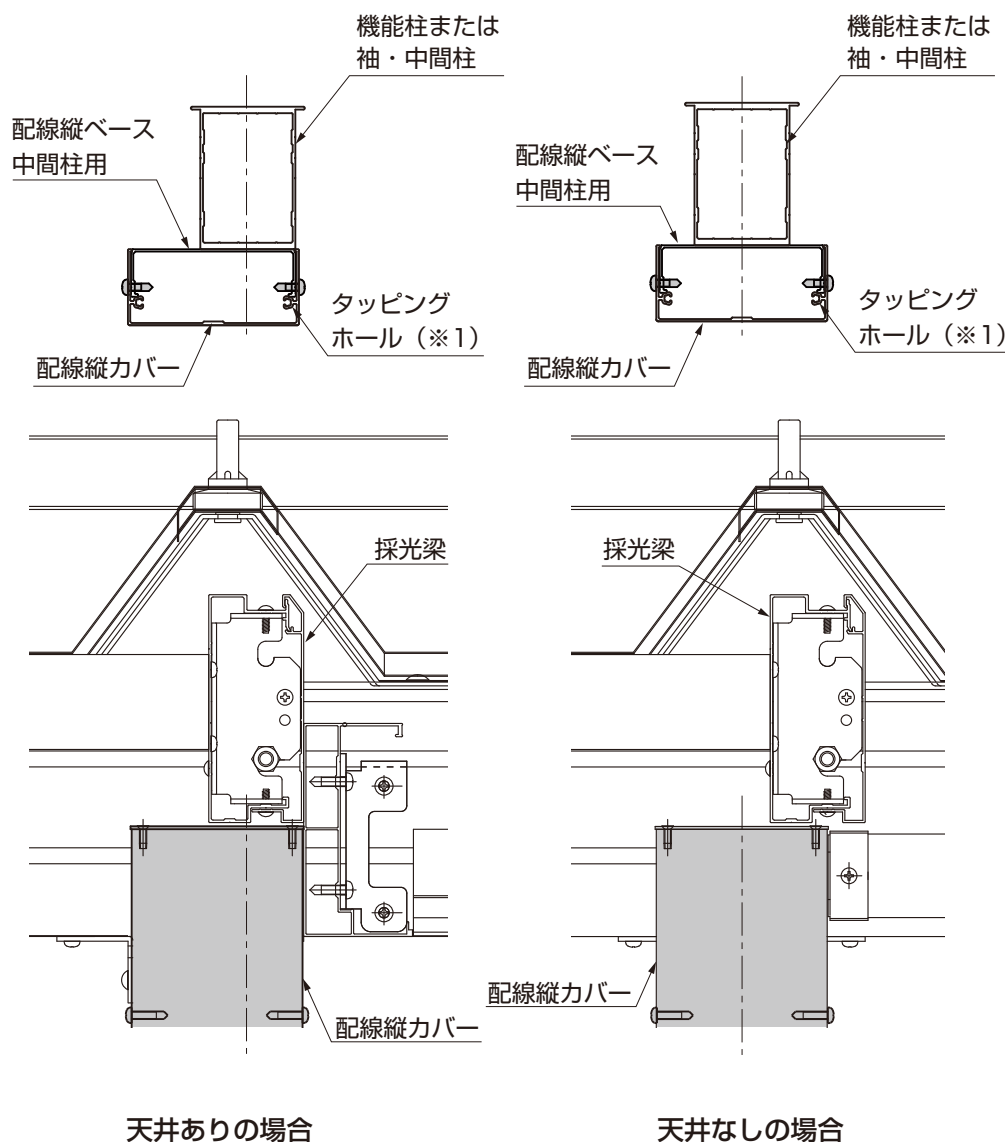

図4-5 配線力バー中間柱の取付け位置
- 天井あり・天井なしにより採光梁部分の、配線縦ベース中間柱用の機能柱への取付け位置が異なります。取付け位置に注意してください。(図4-5参照)
- 配線縦力バーにはタッピングホールがついています。配線力バー端部キャップの取付けネジはタッピングホール(※1)に取付けてください。(図4-5参照)